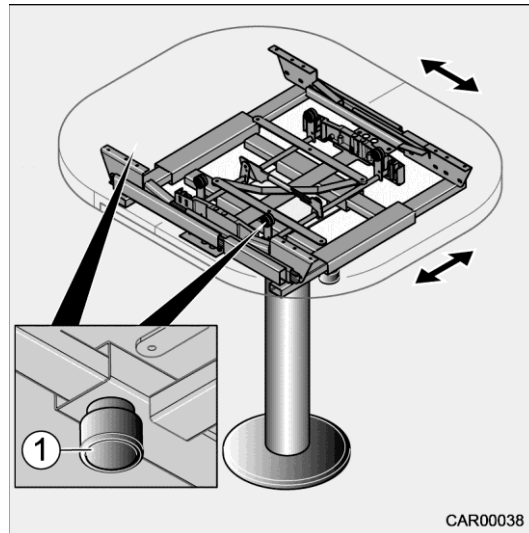
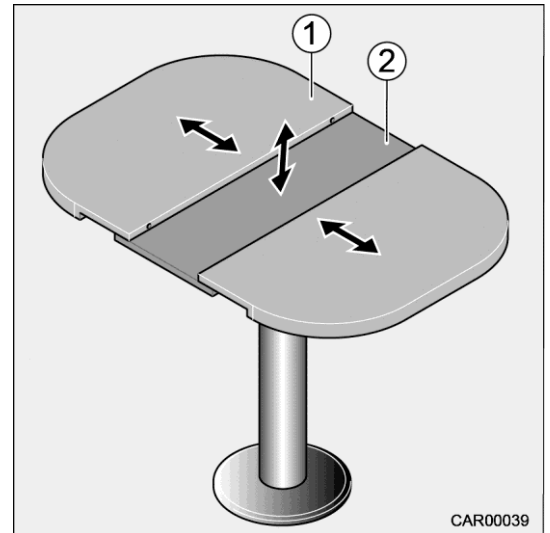

Fig. 81 Dessus de table coulissant
Fig. 82 Dessus de table extensible
1. Desserrer les deux boutons de réglage (Fig. 81/1) sous le dessus de table (Fig. 82/1).
3. Serrer à fond les boutons de réglage (Fig. 81/1).
1. Séparer complètement le dessus de table en deux parties (Fig. 82/1).
La partie centrale (Fig. 82/2) pivote vers le haut.
2. Joindre de nouveau de table en deux parties (Fig. 82/1).